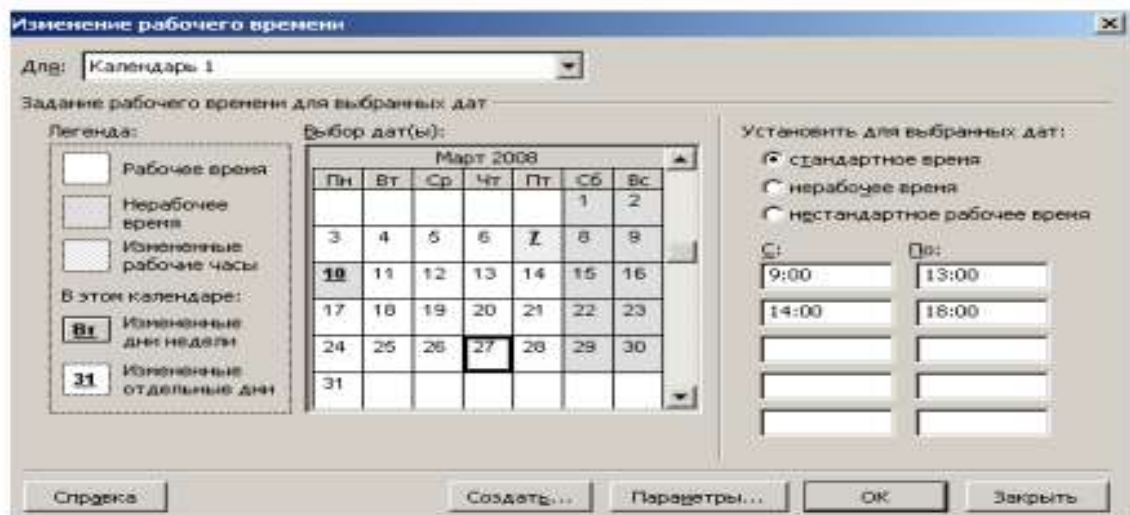

Рис. 7. Диалог (Изменение рабочего времени) с измененным календарем
- Щелкните мышью за пределами ячейки 7, чтобы снять выделение. Указанная ячейка будет выделена наклонной штриховкой, характеризующей сокращенный рабочий день (рис. 7).